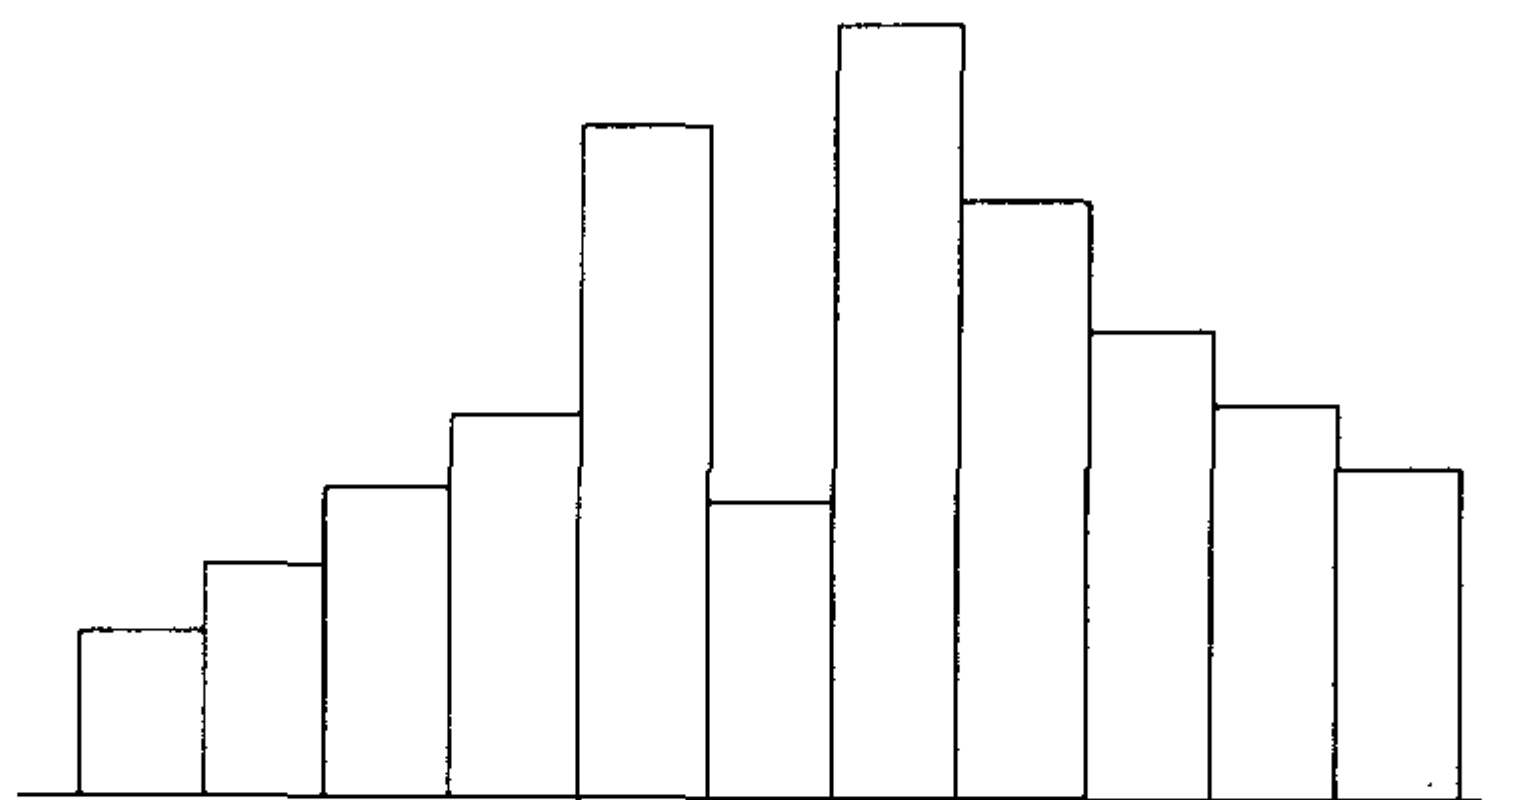

图 6-9
(1) 各类形状与分布代表的意义。
a. 双峰型直方图：图 6-9 显示混有两个以上不同群体。